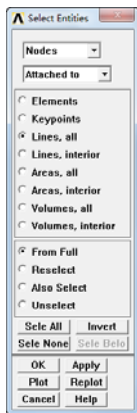

图 10-64 “Select Entities”对话框
④依次选择 Utility Menu→Select→Entities, 会弹出“Select Entities”对话框。在第一个下拉框中选择“Nodes”, 在第二个下拉框中选择“Attached to”, 在第三个单选框中选择“Lines, all”, 如图 10-64 所示, 单击“OK”按钮关闭该对话框。
⑦依次选择 Utility Menu→Select→Entities, 会弹出“Select Entities”对话框。在第一个下拉框中选择“Nodes”, 在第二个下拉框中选择“Attached to”, 在第三个单选框中选择“Lines, all”, 如图 10-64 所示, 单击“OK”按钮关闭该对话框。
⑩依次选择 Utility Menu→Select→Entities, 会弹出“Select Entities”对话框。在第一个下拉框中选择“Nodes”, 在第二个下拉框中选择“Attached to”, 在第三个单选框中选择“Lines, all”, 如图 10-64 所示, 单击“OK”按钮关闭该对话框。
⑬依次选择 Utility Menu→Select→Entities，会弹出“Select Entities”对话框。在第一个下拉框中选择“Nodes”，在第二个下拉框中选择“Attached to”，在第三个单选框中选择“Lines, all”，如图 10-64 所示，单击“OK”按钮关闭该对话框。
⑯依次选择 Utility Menu→Select→Entities，会弹出“Select Entities”对话框。在第一个下拉框中选择“Nodes”，在第二个下拉框中选择“Attached to”，在第三个单选框中选择“Lines, all”，如图 10-64 所示，单击“OK”按钮关闭该对话框。
⑲依次选择 Utility Menu→Select→Entities，会弹出“Select Entities”对话框。在第一个下拉框中选择“Nodes”，在第二个下拉框中选择“Attached to”，在第三个单选框中选择“Lines, all”，如图 10-64 所示，单击“OK”按钮关闭该对话框。
②② 依次选择 Utility Menu→Select→Entities, 会弹出“Select Entities”对话框。在第一个下拉框中选择“Nodes”, 在第二个下拉框中选择“Attached to”, 在第三个单选框中选择“Lines, all”, 如图 10-64 所示, 单击“OK”按钮关闭该对话框。
②⑤ 依次选择 Utility Menu→Select→Entities, 会弹出“Select Entities”对话框。在第一个下拉框中选择“Nodes”, 在第二个下拉框中选择“Attached to”, 在第三个单选框中选择“Lines, all”, 如图 10-64 所示, 单击“OK”按钮关闭该对话框。
③依次选择 Utility Menu→Select→Entities，会弹出“Select Entities”对话框。在第一个下拉框中选择“Nodes”，在第二个下拉框中选择“Attached to”，在第三个单选框中选择“Lines, all”，如图 10-64 所示，单击“OK”按钮关闭该对话框。
⑦依次选择 Utility Menu→Select→Entities，会弹出“Select Entities”对话框。在第一个下拉框中选择“Nodes”，在第二个下拉框中选择“Attached to”，在第三个单选框中选择“Lines, all”，如图 10-64 所示，单击“OK”按钮关闭该对话框。
⑫ 依次选择 Utility Menu→Select→Entities，会弹出“Select Entities”对话框。在第一个下拉框中选择“Nodes”，在第二个下拉框中选择“Attached to”，在第三个单选框中选择“Lines, all”，如图 10-64 所示，单击“OK”按钮关闭该对话框。
㉒依次选择 Utility Menu→Select→Entities，会弹出“Select Entities”对话框。在第一个下拉框中选择“Nodes”，在第二个下拉框中选择“Attached to”，在第三个单选框中选择“Lines, all”，如图 10-64 所示，单击“OK”按钮关闭该对话框。